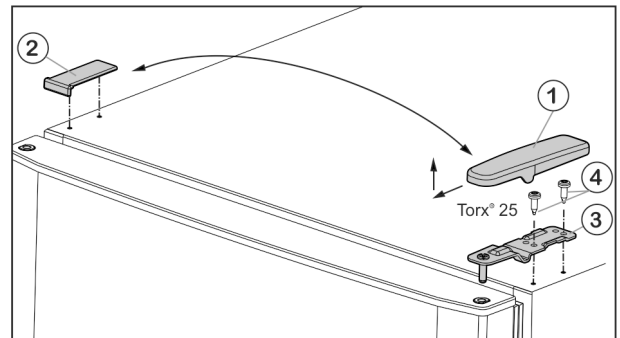

Fig. 5
- Abdeckung Fig. 5 (1) nach vorne und oben abziehen.
- Abdeckung Fig. 5 (2) abheben.
- Oberen Lagerbock Fig. 5 (3) abschrauben (2 mal Torx® 25) Fig. 5 (4) und nach oben abziehen.
- Oberen Lagerbock Fig. 5 (3) auf der neuen Scharnierseite in die Tür einsetzen.
- Oberen Lagerbock **fest (mit 4 Nm)** anschrauben (2 mal Torx® 25) Fig. 5 (4). Eventuell einen Akkuschrauber verwenden.
- Abdeckung Fig. 5 (1) auf der Gegenseite von außen aufsetzen und einrasten.
- Abdeckung Fig. 5 (2) jeweils auf der Gegenseite von oben aufsetzen und einrasten.